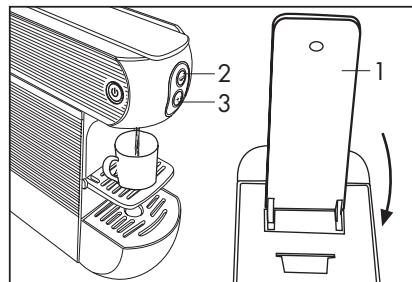

Fig. 10
- Richiudere completamente la leva (1), premere il tasto di erogazione (2) premendolo nuovamente per arrestare l'erogazione quando si è raggiunta la quantità di bevanda desiderata (**Fig. 10**). In caso di difficoltà di chiusura, riaprire completamente la leva e richiudere.
- Durante l'erogazione il tasto di erogazione (2) lampeggia e termina quando l'erogazione si arresta.
- Per preparare un caffè lungo (tipo Americano) premere il tasto di erogazione (2) e dopo aver preparato il caffè espresso ed espulso la capsula esausta, erogare la quantità di acqua calda desiderata.
- Per estrarre la capsula alzare lentamente la leva (1). Se la capsula non viene espulsa ripetere l'operazione o premere il tasto erogazione (2) e contemporaneamente alzare la leva (1).